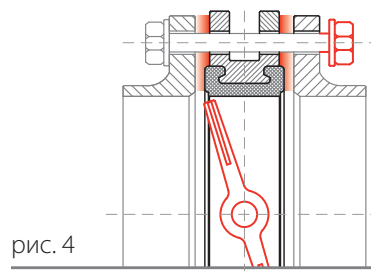

рис. 4
5. Перед началом монтажа диск поворотного затвора необходимо немного приоткрыть, но так, чтобы диск не выходил за корпус дискового поворотного затвора (рис. 4).